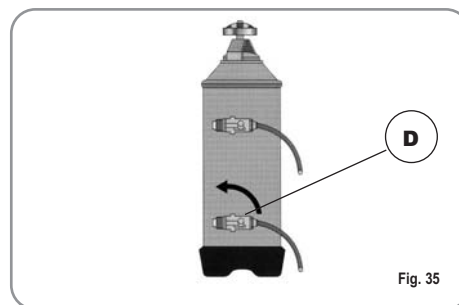

Fig. 35
3) Llevar nuevamente la palanca D hacia la izquierda (Fig. 35).